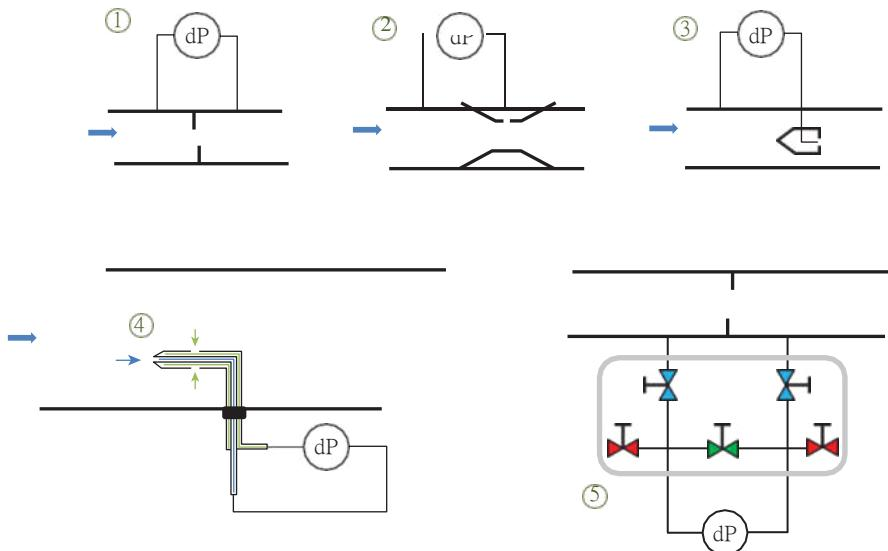

Рисунок 2.10
Как упоминалось ранее, Даниэль Бернулли показал нам связь между потоком и давлением в трубопроводе около 300 лет назад. Поэтому измерение потери давления над ограничением в трубе (иногда называемой проточным элементом) для расчета потока является довольно старым методом. В этом методе легко спроектировать и установить прибор. Однако перевести перепад давления в величину потока непросто. Существует несколько стандартизованных конструкций для ограничений потока, которые могут быть использованы, и если они сделаны в соответствии со стандартом, есть также стандартизованные уравнения, которые могут быть использованы для расчета потока. Примеры унифицированных конструкций – это плиты отверстия (диск с отверстием) и трубы Вентури (конические трубы) (2) (рис. 2.10). Широко используемым стандартом, который включает оба этих типа,